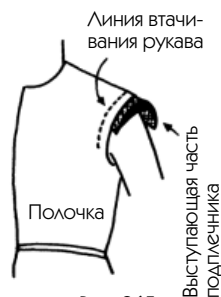

Рис. 265
2. Поместите подплечник под плечо так, чтобы получить нужный эффект, и прочно приколите его булавками (рис. 265).